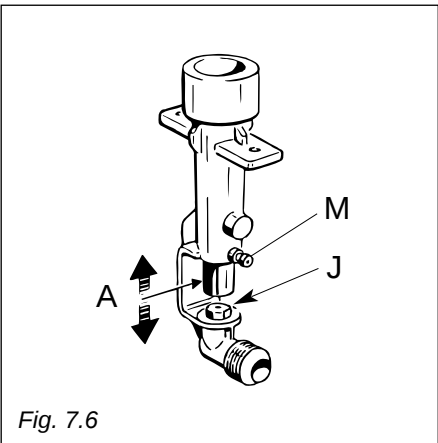

Fig. 7.6
- soulever complètement le tube de réglage de l'air "A" (fig. 7.6) de manière à opérer librement sur l'injecteur.